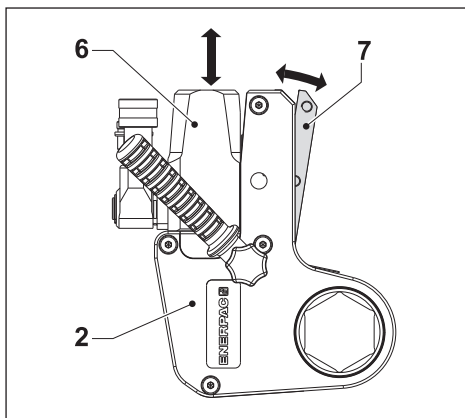

Fig. 4
3.3.1 Remoção do cassete (fig. 4 e 5)
3.3.2 Montagem do cassete (fig. 4 e 5)
- Puxe a trava (7) para fora.
- Certifique-se de que o engate de retração (12) esteja alinhado com o ponto de encaixe (14) da alavanca da catraca. Se necessário, gire a haste do pistão.
- Coloque a unidade de acionamento sobre o cassete e empurre o ressalto (13) através da abertura para dentro da placa localizadora da unidade de acionamento (15).
- Empurre a trava (7) novamente para dentro do cassete (2). Certifique-se de que a esfera detente se encaixa no lugar. Verifique-se a trava do cassete está totalmente fechada.